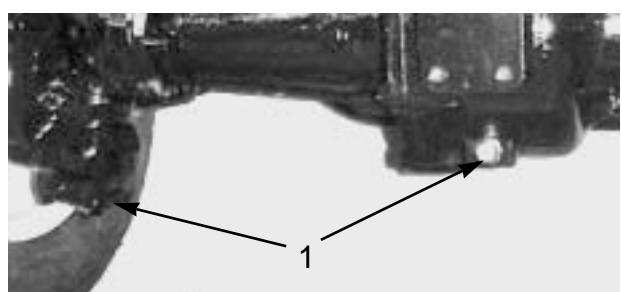

図53
2. ドレン・プラグ（図53；左右端に1個と中央に1個、全部で3個ある）の周辺をきれいに拭く。